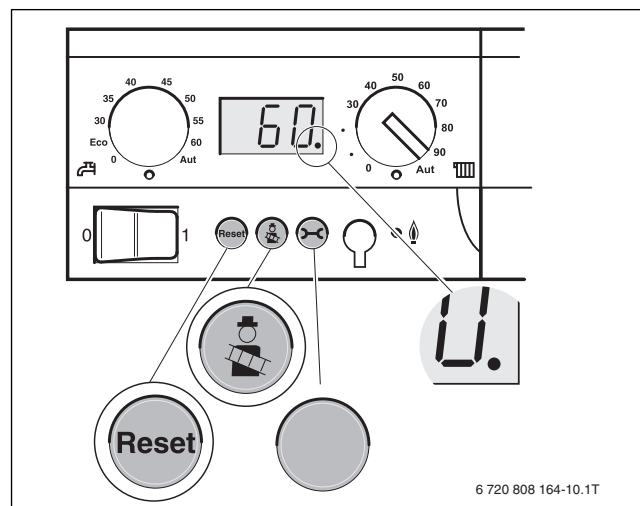

Bild 62 Basiscontroller Logamatic BC10
- ▶ Taste **Abgastest** und Taste **Statusanzeige** gleichzeitig ca. 5 s drücken, um in den Teillastbetrieb zu gelangen (→ Bild 62). Im Display erscheint **L--**.
- ▶ Mit Taste **Abgastest** (→ Bild 62, höhere Werte) oder Taste **Reset** (→ Bild 62, niedrigere Werte) den Heizkessel auf Teillast **L60** für die 19 kW-Varianten oder auf **L-70** für die 27 kW-Varianten einstellen. Der Brenner schaltet auf die erste Stufe um.